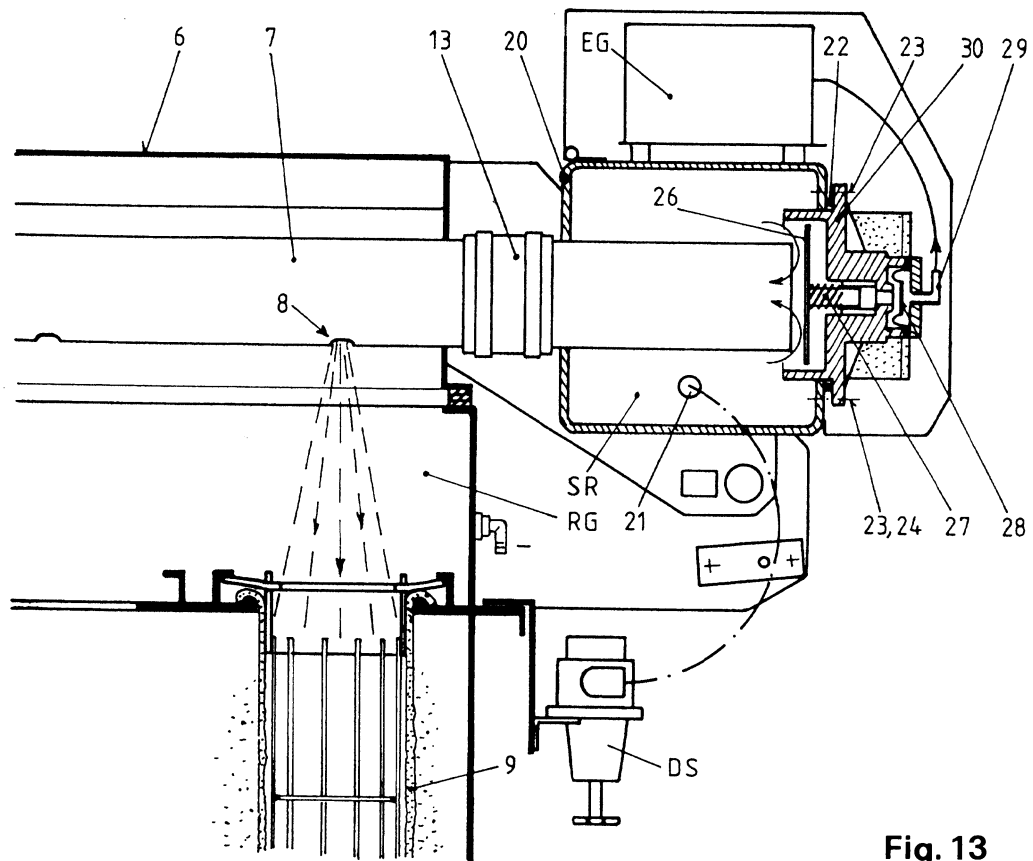

Fig. 13
4.4 Demontage der Federn (PGFB 30/PGFB 42) (Siehe Fig. 13 und 14)
Legende zu Fig. 13 und 14